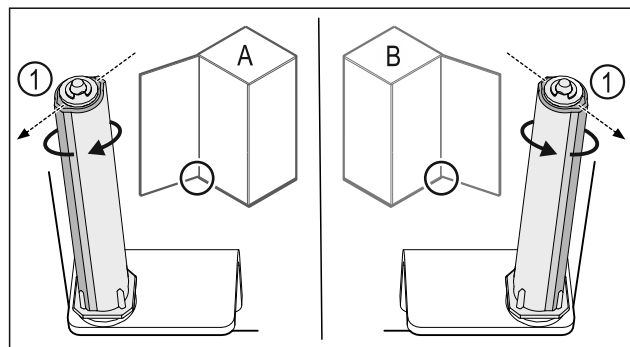

Fig. 54 Venstreanslag (A) / Højreanslag (B)
- ▶ Drej lukkesystemet mod modstanden, indtil lukkesystemets forbindelsesdel Fig. 54 (1) peger udad.